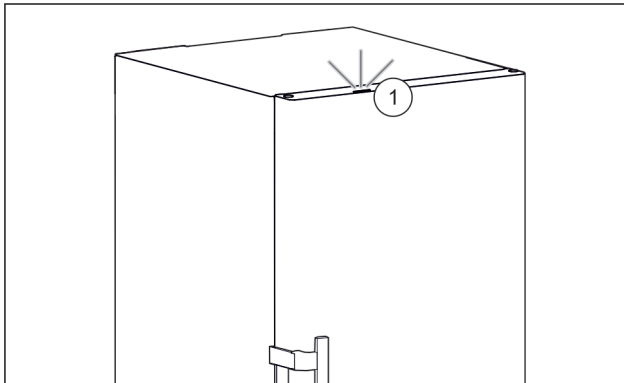

Fig. 56 Tilavalo päällä, kun ovi on kiinni
- ▷ Tilavalo Fig. 56 (1) on aktivoitu.